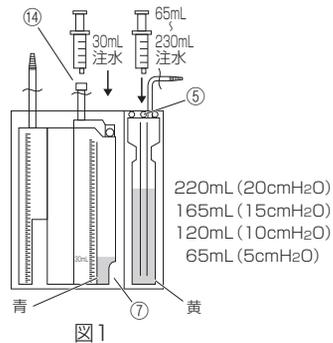

図1
3. 患者の胸部より低い位置に、本品が垂直になるように設置する。設置の際には、吊具①または回転スタンド⑨を使用すること。回転スタンド⑨は、90度回転させて使用し、転倒させないようにすること。
空気導入口（注水口）⑥から注水して設定圧の高さまで滅菌蒸留水または生理食塩水を満たす。注入された水は黄色になる。空気導入口（注水口）⑥にシリンジを差し込み吸引すると水位の調節が可能である。図1の注水量は目安であり、実際には設定圧の目盛を確認しながら注入操作を行うこと。